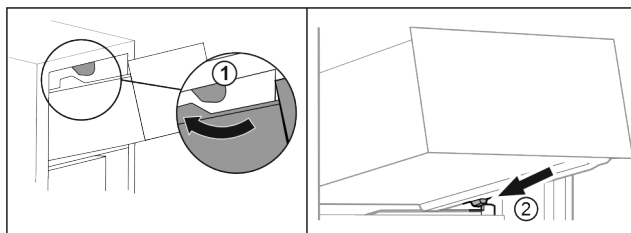

Fig. 83
- ▶ Poprowadzić szufladę wokół górnego stopera. Fig. 83 (1)
- ▶ Założyć szufladę pod skosem za dolnymi stoperami na żebrze pojemnika. *Fig. 83 (2)*